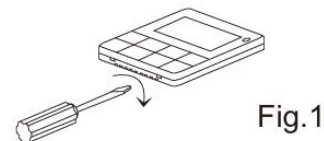

Fig.1
2. Zoals weergegeven in Fig.1, gebruik een schroevendraaier met een platte kop om voorzichtig de onderste groef van de draadcontroller open te wrikken (te veel kracht kan het circuitbord beschadigen), draai om de achterklep te openen.